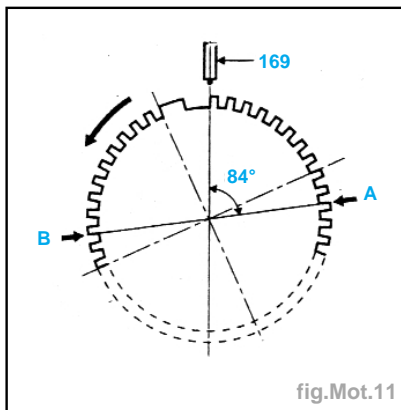

fig.Mot.11
- Il comprend 60 dents régulièrement espacées. Deux dents ont été supprimées pour créer un repérage absolu placé à **84°** ou 14 dents pleines avant le PMH des cylindres **1** et **4**. Il ne reste donc en réalité que 58 dents (fig. Mot.11).
- Les cylindres **1** et **4** sont au PMH, lorsque la flèche repérée (**A**) passe devant le capteur de régime (**169**) (fig. Mot.11).